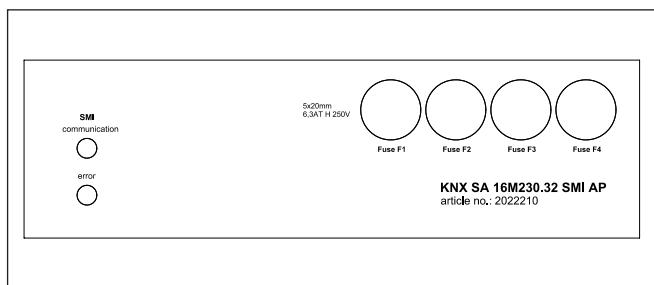

Abb. 6 Abdeckplatte mit LED zur Anzeige der SMI Kommunikation
Hierfür steht sowohl in der App als auch auf dem Tastenfeld eine Prog-Taste zur Programmierung und eine Anzeige-LED zur Verfügung (siehe Abb. 6).
- Drücken Sie die Programmertaste in der App oder am Gerät (Abb. 6), um das Gerät in den Programmiermodus zu versetzen. Bei aktiviertem Programmiermodus leuchtet die rote LED. Die Programmierung erfolgt durch die ETS am PC. Diese Software beendet den Programmiermodus automatisch. Die rote LED erlischt.